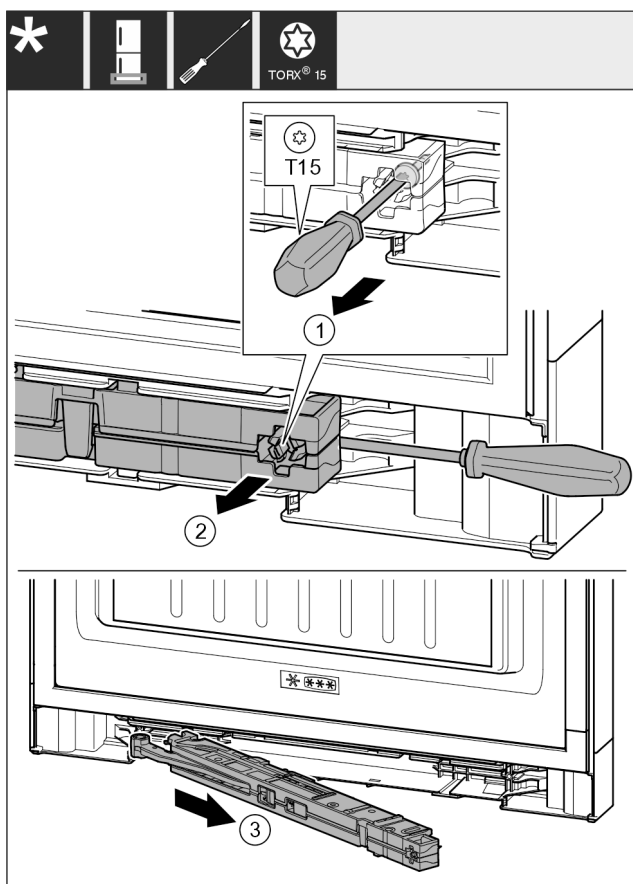

Fig. 16
- ▶ Vijak Fig. 16 (1) na jedinici prigušivača zatvaranja otpustite odvijačem 14 mm.
- ▶ Jedinicu prigušivača zatvaranja Fig. 16 (2) podignite odvijačem prema gore na strani ručke.
- ▶ Izvucite jedinicu prigušivača zatvaranja Fig. 16 (3).